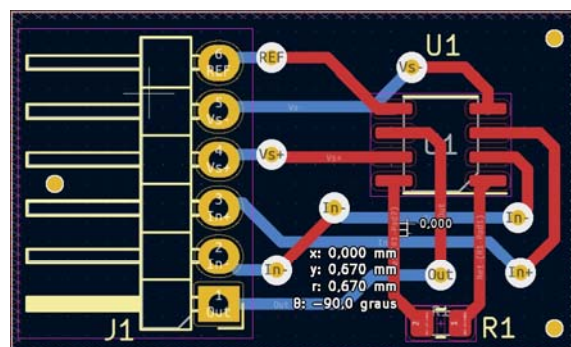

Figura 4
- Menor espaço entre trilhas: 0,67mm (Figura 4).